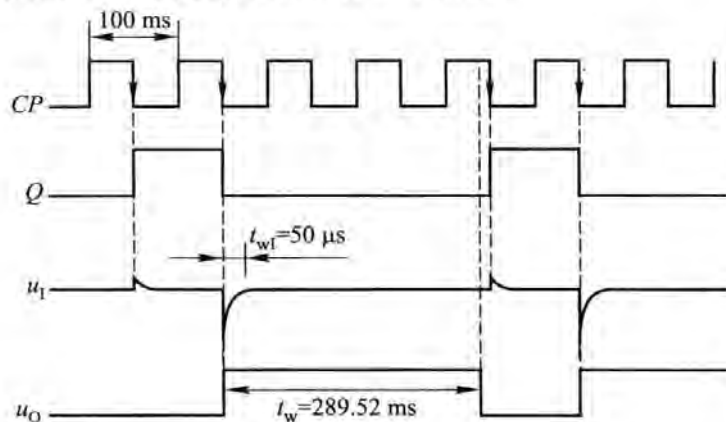

图 6.3.5 例 6.3 解图
通过计算及上述分析, 可画有关波形如图 6.3.5 所示。
(3) 由图 6.3.5 所示可见, Q 的输出波形的周期